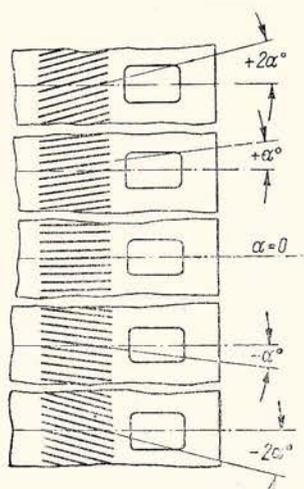

Рис. 12. Контрольная фонограмма для определения перекося штриха
2. Фонограмма для определения перекося штриха (рис. 12) состоит из ряда фонограмм, последовательно расположенных на пленке, подобных описанным выше фонограммам для определения точности фокусировки. В каждой последовательной фонограмме угол, под которым штрихи записаны на ней, различен (запись такой фонограммы получается путем перекося штриха при записи). Пропуская серию из пяти или семи таких фонограмм, определяют номер фонограммы, дающий наибольшую отдачу. Угол перекося штриха при воспроизведении будет при этом равен углу перекося штрихов, соответствующему данному номеру фонограммы. При правильном расположении штриха наибольшая отдача будет получаться у средней фонограммы, угол перекося штрихов на которой равен нулю.